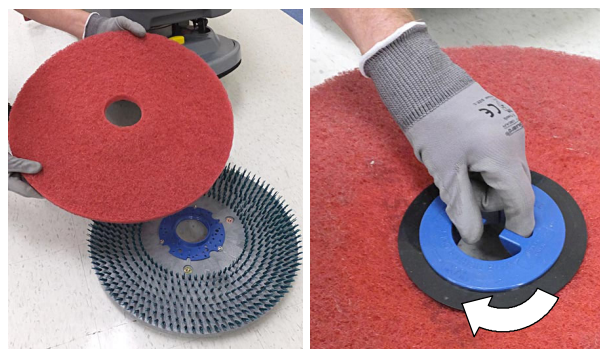

ABB. 9
2. Befestigen Sie die Polierscheibe am Polierscheibenantrieb, bevor Sie die Scheibe installieren (Abbildung 9). Sichern Sie die Polierscheibe mit dem Verschlussring.